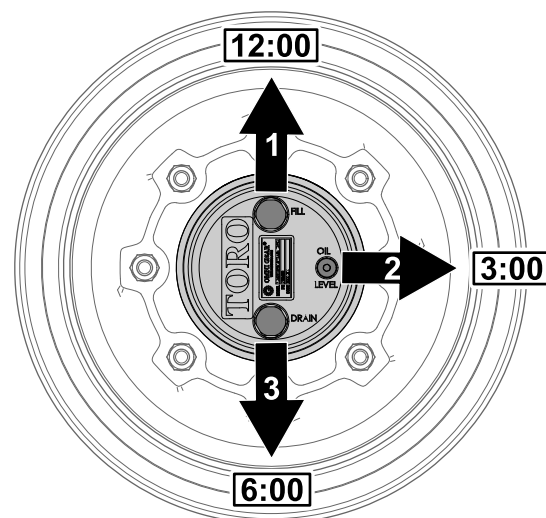

Рисунок 65
заливного отверстия находилась в положении «12 часов», пробка контрольного отверстия – в положении «3 часа», а пробка сливного отверстия – в положении «6 часов» (Рисунок 65).
1. Припаркуйте машину на ровной поверхности, расположите колесо так, чтобы пробка заливного отверстия находилась в положении «12 часов», пробка контрольного отверстия – в положении «3 часа», а пробка сливного отверстия – в положении «6 часов»; см. Рисунок 65 в разделе Проверка масла в планетарном редукторе (страница 69).